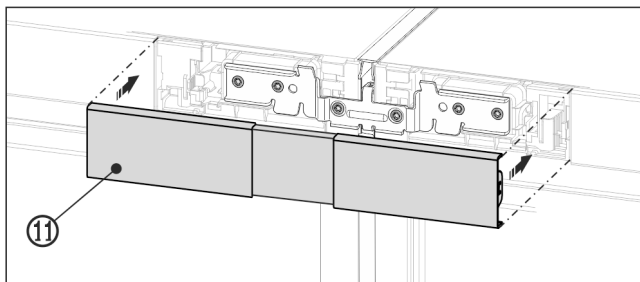

Fig. 24 Beispielhafte Darstellung
- Obere Abdeckung Fig. 24 (11) auf den noch offenen Zwischenraum der beiden Bedienteilblenden aufrasten. Darauf achten, dass die Aussenseiten der Abdeckung bündig mit den Bedienteilblenden abschließen.